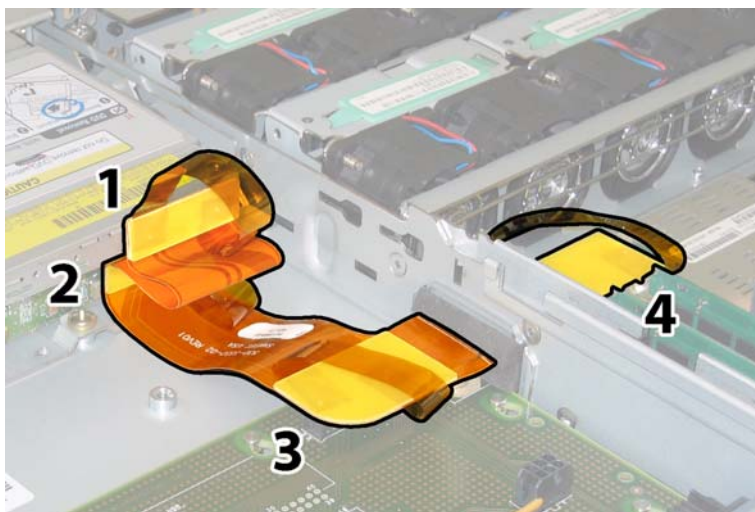

図3-51 フレックスケーブルコネクタ4個の取り外し
13. ケーブルの4つのコネクタを次の4カ所から引き抜いて、フレックスケーブルとそれにつけられたフォームラバーのガasketをシャーシ内部から取り外します。図3-51を参照してください。